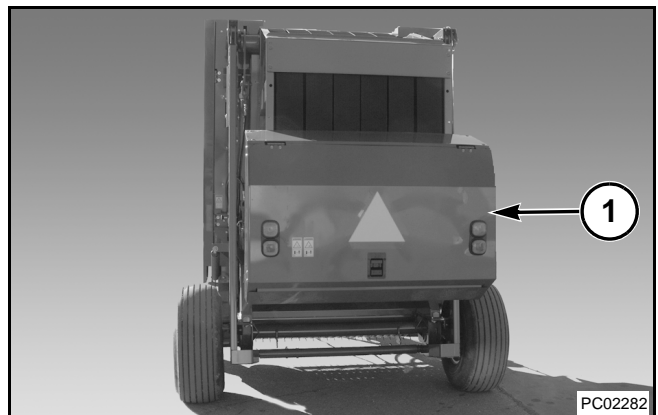

FIG. 6
FIG. 6: El conjunto de envoltura de malla (1) puede instalarse en enfardadoras que tienen únicamente el sistema de envoltura de malla y debe montarse en la compuerta trasera. Con el kit, se incluyen instrucciones completas para la instalación.